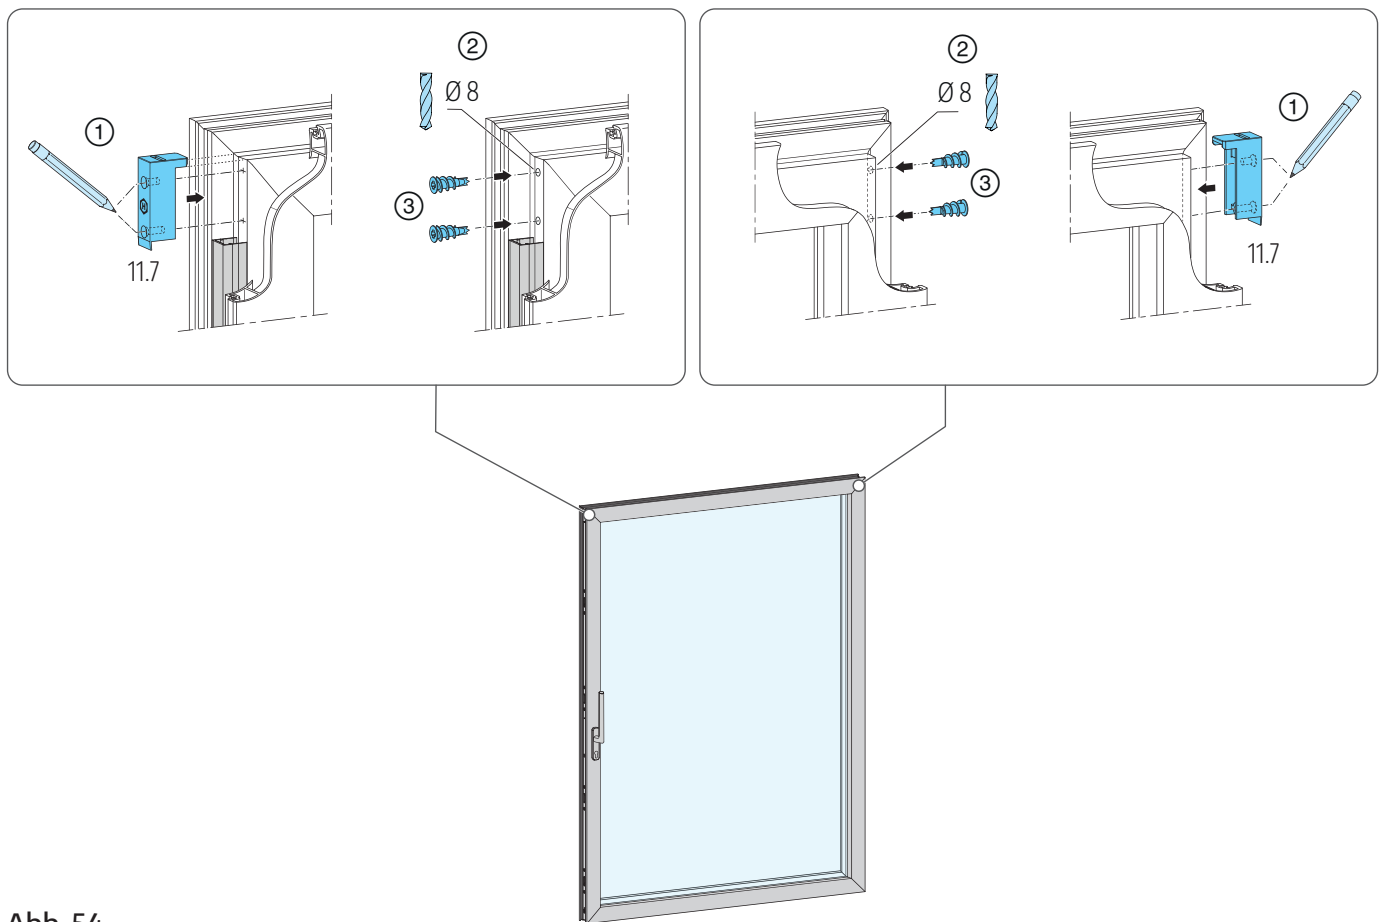

Abb. 54
① Lochbild von Führung oben 11.7 beidseitig in Beschlagnut übertragen. ② Bohrlöcher mit $\varnothing 8,0$ setzen. ③ Hohlraumdübel für Schraubengröße 4-5 in Bohrungen eindrehen; **Abb. 54**.